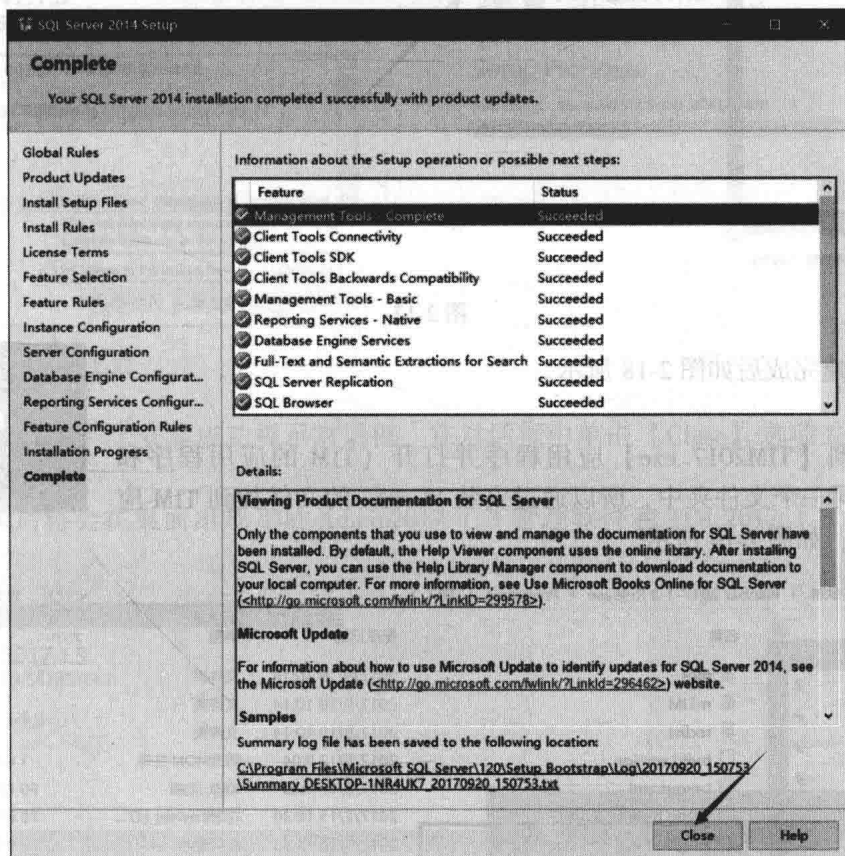

图 2-15
(10) 安装完成后弹出【Complete】对话框, 在窗口中会显示我们安装的内容, 如图 2-15 所示。安装内容确认后单击【Close】选项退出。